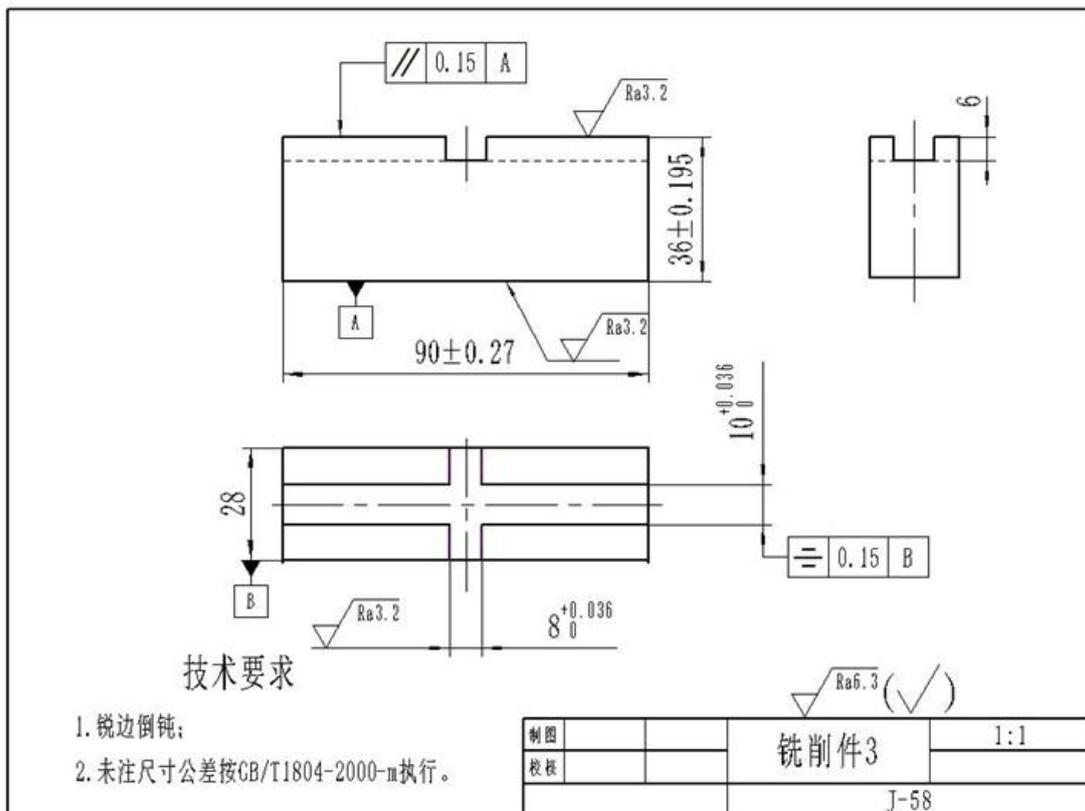

图2.58 铣削件3
(1) 任务描述：试在 X5032 铣床上加工如图 2.58 工件，所提供的工件毛坯规格：长、宽、高为  $95\text{mm} \times 40\text{mm} \times 30\text{mm}$ ，材料：45 钢。根据使用要求，需要将毛坯铣削成  $90\text{mm} \times 36\text{mm} \times 28\text{mm}$  长方体，保证图示位置上下两个表面结构  $Ra3.2 \mu\text{m}$  且平行度要求为  $0.15\text{mm}$ ，其余表面结构  $Ra6.3 \mu\text{m}$ ；在此基础上，图示位置还需加工宽度为  $8\text{mm}$  和  $10\text{mm}$  通槽，相互垂直，位置居中；最终结构要素的加工形状、公差要求以及表面质量等以图纸标注为准。